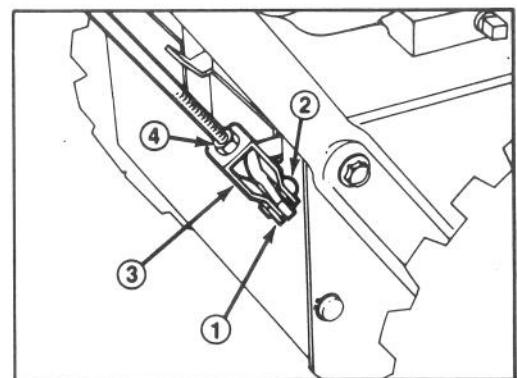

Abbildung 22
2. Gabelkopsplint und Splint entfernen, und den Gabelkopf am unteren Gestänge sicher anbringen (Abb. 22).